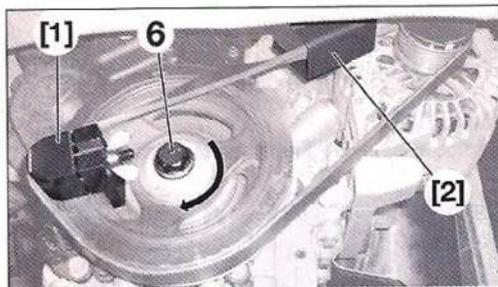

FIG. 25
- Girar en el sentido horario la polea de cigüeñal para montar la correa (Fig.25).